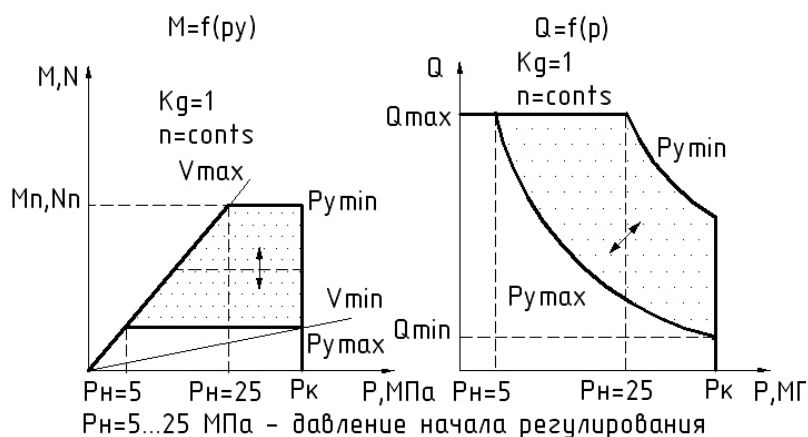

Рис. 21 – График зависимости крутящего момента M , потребляемой мощности N и подачи Q от изменения давления p
- Пока давление в гидросистеме не превышает давление начала регулирования $P_{н}$ (рисунок 21), насос находится на максимальном рабочем объеме V_{max} и подает максимальную подачу Q_{max} .